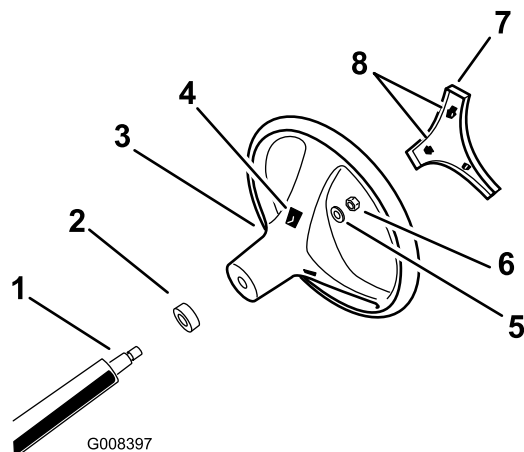

図 3
4. ハンドルをハンドルシャフトにはめ込み、ロックナットで固定する (図 3)。